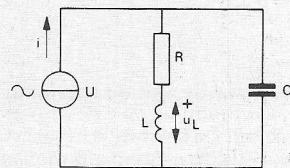

Fig. 13.
4. In fig. 13 mogen de spoel en de condensator als verliesvrij worden beschouwd. Over de spoel staat een wisselspanning waarvan de momentele waarde is: